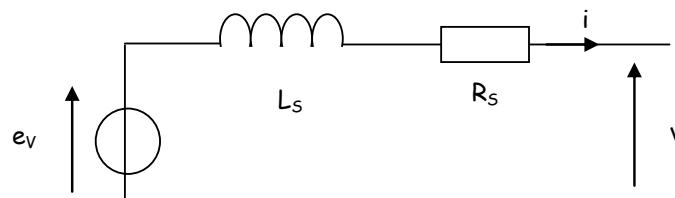

Figure 2
2. On suppose l'alternateur non saturé. Pour décrire son fonctionnement on utilise le modèle équivalent par phase représenté ci-dessous (figure 2).